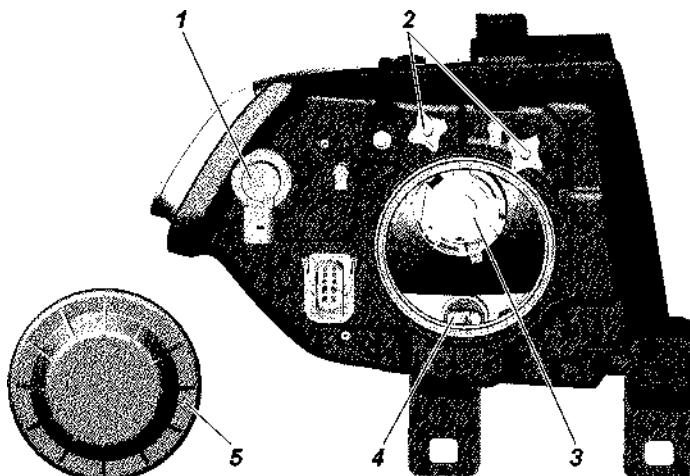

Рис. 9.31. Фара:
3. Включите ближний свет фар и, поочередно закрывая каждую фару, вращением регулировочных винтов 2 (рис. 9.31) добейтесь, чтобы светотеневая граница слева от точек Е и Е'
**Замена ламп фар.** Для замены лампы указателей поворота снимите колодку с патрона 1 (рис. 9.31), поверните патрон по